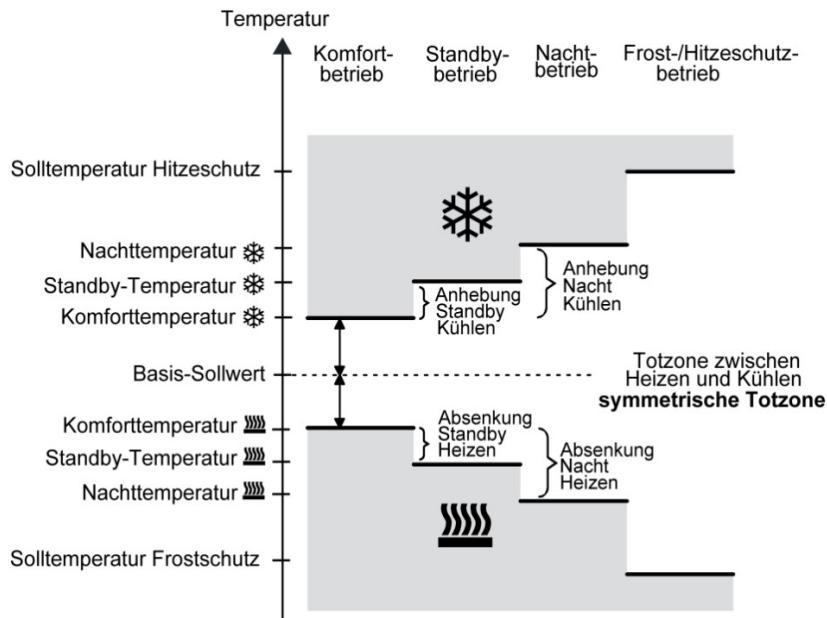

Abbildung 28: Übersicht zur Temperaturverstellung im Regler
Regler kennt für jeden Betriebsmodus getrennte Sollwerte. Folgt man den KNX Designrichtlinien sind diese alle vom Basis-Sollwert abhängig (vgl. Abbildung 28). Durch diese Abhängigkeit wird es möglich, dass der Regler selbstständig zwischen Heizen und Kühlen umschalten kann, da jeder Sollwert eindeutig als „zu warm“ bzw. „zu kalt“ zugeordnet werden kann.
Der Regler kennt für jeden Betriebsmodus getrennte Sollwerte, wobei diese alle vom Basis-Sollwert abhängig sind, Standby Heizen und Nacht Heizen sind jeweils als relative Größe zum Komfortbetrieb zu verstehen. Die Verstellung wirkt sich dabei immer mindernd auf die Solltemperatur aus. D.h. der Nachtbetrieb/Standbybetrieb beim Heizen hat grundsätzlich eine tiefere (oder höchstens gleiche) Solltemperatur wie der Komfortbetrieb (vgl. Abbildung 28).
Umgekehrt verhält es sich beim Kühlen: Hier erhöht die Vorgabe der Verstellung der Nacht/Standby immer deren Solltemperatur im Vergleich zum Basis-Sollwert (vgl. Abbildung 28).
Die in Abbildung 28 abgebildeten Größen sind KNX standardisiertes Verhalten. Alle Parameter können mit Hilfe der Applikation des MeTa² entsprechend angepasst werden. Über den Bus kann der Basis-Sollwert verschoben werden.
- Im Nacht-Betrieb wird nur die Differenz dieses Modus zur Basis-Solltemperatur verändert. Wie Abbildung 28 zeigt, ist im Heizbetrieb die Solltemperatur des Nacht-Betrieb stets kleiner oder gleich der Komforttemperatur. Daher ist im Heizbetrieb die Verstellung nur max. bis zu dieser Temperatur möglich. Umgekehrt ist im Kühlbetrieb die Verstellung kleiner oder gleich der Komforttemperatur des Kühlbetriebs. Daher ist eine Verstellung nur bis zu dieser Temperatur möglich.
- Im Standby-Betrieb wird nur die Differenz dieses Modus zur Basis-Solltemperatur verändert. Daher gilt auch hier: Wie Abbildung 28 zeigt, ist im Heizbetrieb die Solltemperatur des Standby-Betriebs stets kleiner oder gleich der Komforttemperatur. Daher ist im Heizbetrieb die Verstellung nur max. bis zu dieser Temperatur möglich. Umgekehrt ist im Kühlbetrieb die Verstellung kleiner oder gleich der Komforttemperatur des Kühlbetriebs. Daher ist eine Verstellung nur bis zu dieser Temperatur möglich.